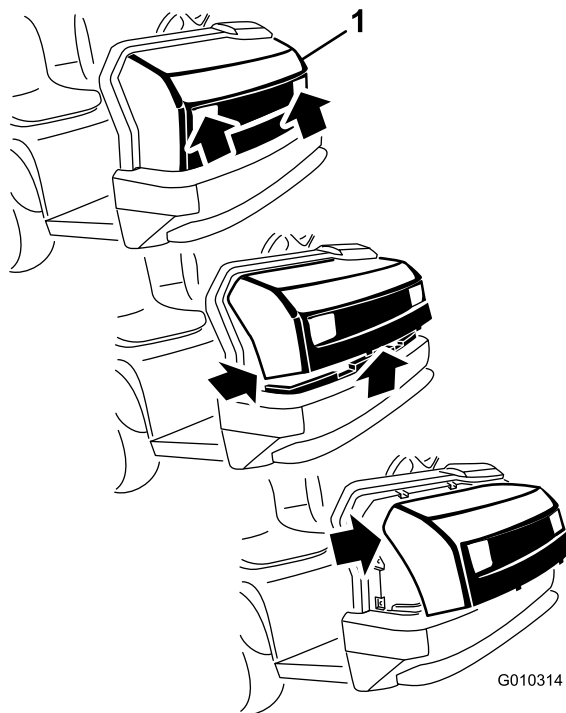

図 1
1. ヘッドライトの開口部でフードをつかみ、フードを持ち上げて、下側の取り付けタブをフレームの穴から外す 図 1。
2. フードの下側を手前に持ち上げてから下に引っ張り、上側の取り付けタブをフレームの穴から外す 図 1。
3. フードの上側を前に倒し、ヘッドライトからワイヤコネクタを抜く 図 1。